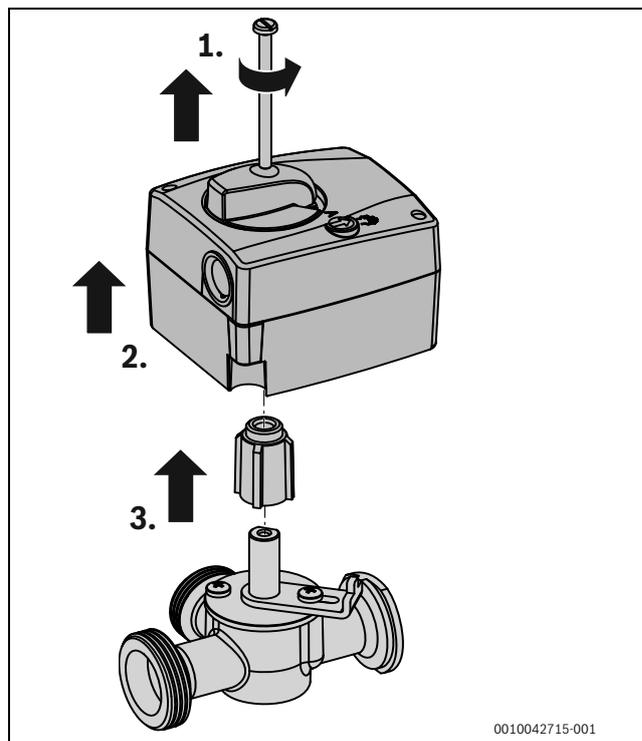

Fig. 33 Retirer le servomoteur de vanne mélangeuse
- ▶ Retirer la vis de l'interrupteur rotatif et enlever le moteur avec la douille d'entraînement (→ fig. 33).